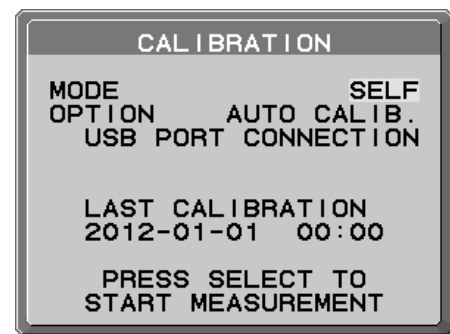

图 S.2
2. 在 MODE (模式) 选择中使用“LEFT (向左)”或“RIGHT (向右)”键选择 SELF (图 S.2)。按下“UP (向上)”或“DOWN (向下)”键移至下一选择。